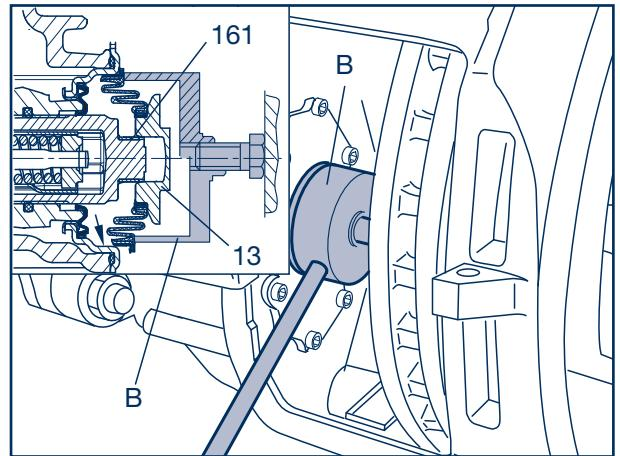

Fig. 8
-  Der Dichtsitz für den Faltenbalg im Bremssattel (Fig. 8/Pfeil) muss sauber und fettfrei sein.
- ☞ The seal seat for the bellow in the brake caliper (Fig. 8/arrow) must be clean and free from grease.**
- ☞ Le plan de joint du soufflet à l'intérieur de l'étrier de frein doit être propre et parfaitement exempt de graisse (Fig. 8/flèche).**